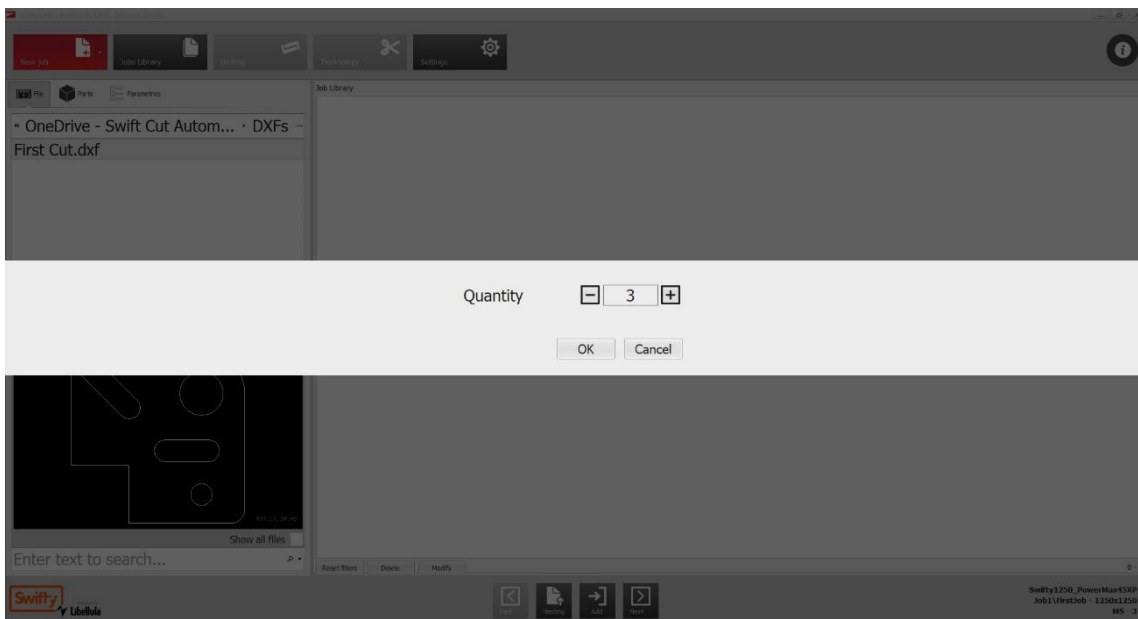

Fig 52 Ajout de quantité
11. Ajoutez la quantité à l'aide des boutons +/- (Fig 52), puis appuyez sur le bouton OK.